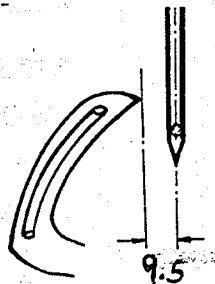

Fig. 1
Zur bequemen Einstellung entferne Druckerfuß, Stichplatte und Transporteur. Setze den Fadengreifer in den Greiferhebel ein. Der Greifer ist so einzustellen, daß der Abstand von Nadelmitte zur Greiferspitze $9,5 \text{ mm} \approx 3/8''$ beträgt und zwar bei Beginn der Nadelstangenaufwärtsbewegung (Fig. 1). Dieser Abstand läßt sich nach Lösen der Mutter am rechten Schenkel des Greiferhebels durch Verschieben der Kugelschraube im Langloch ändern. Bei der Bewegung nach rechts muß der Greifer dicht an der Rückseite der Nadel vorbeigehen, ohne diese zu berühren. Dazu wird der Greiferhebel auf seiner Achse nach Lösen der beiden Schrauben seitlich verschoben.
For convenient access, remove the presser foot, throat plate and feed dog. Insert the looper into the looper rocker. Set the looper so that the distance from the centre line of the needle to the point of the looper is $9,5 \text{ mm} \approx 3/8''$ in the lowest position of needle bar just before moving upwards (Fig. 1). Therefore loosen the nut at right side of looper rocker and replace the ball stud till the specified dimension be obtained. As the looper moves to the right, its point should pass behind the needle as close as possible without contacting it. Adjustment can be made by loosening the fastening screws of looper rocker and replacing the looper rocker axially till this adjustment be obtained.
Bei Verwendung von Leinengarn ist der Nadelfaden nach Fig. 1 der Einfädelanleitung einzufädeln.
Die Stichlänge ist entsprechend der Kettelgarnstärke nach Lösen der Mutter Teil-Nr. HA 18 A (Fig. 3) einzustellen. Verstellen der Schwinge nach unten ergibt größere, Verstellen nach oben kleinere Stichlänge. Der Obertransport ist dann entsprechend an der Schwinge einzustellen. Verstellen nach hinten größerer Stich, nach vorn kleinerer Stich. (Fig. 1 u. 4).
Die Maschine ist für eine Naht mit Stichlochbindung (Fig. 1) eingestellt. Sollten Sie Kantenbindung wünschen, so können Sie diese Naht durch Herausnehmen des Nadelfadens aus der ersten Nadelfadenspannung (A) erreichen. (Fig. 4). Der Kettelfaden wird dann in diese Spannung (A) eingelegt (Fig. 4). Evtl. ist noch ein ausregulieren notwendig, damit der Nadel-faden sauber an der Kante liegt.